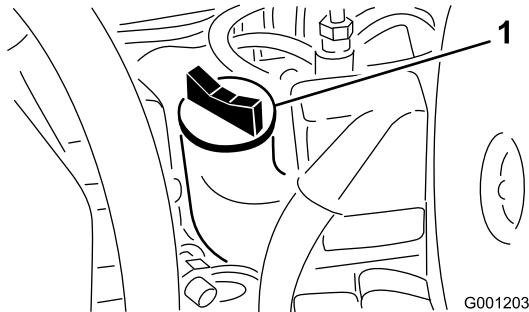

Figura 23
- Se o nível de óleo se encontrar abaixo da marca Full (Cheio) da vareta, retire a tampa de enchimento (Figura 23) e adicione óleo até que o nível atinja a marca Full. **Não encha demasiado..**